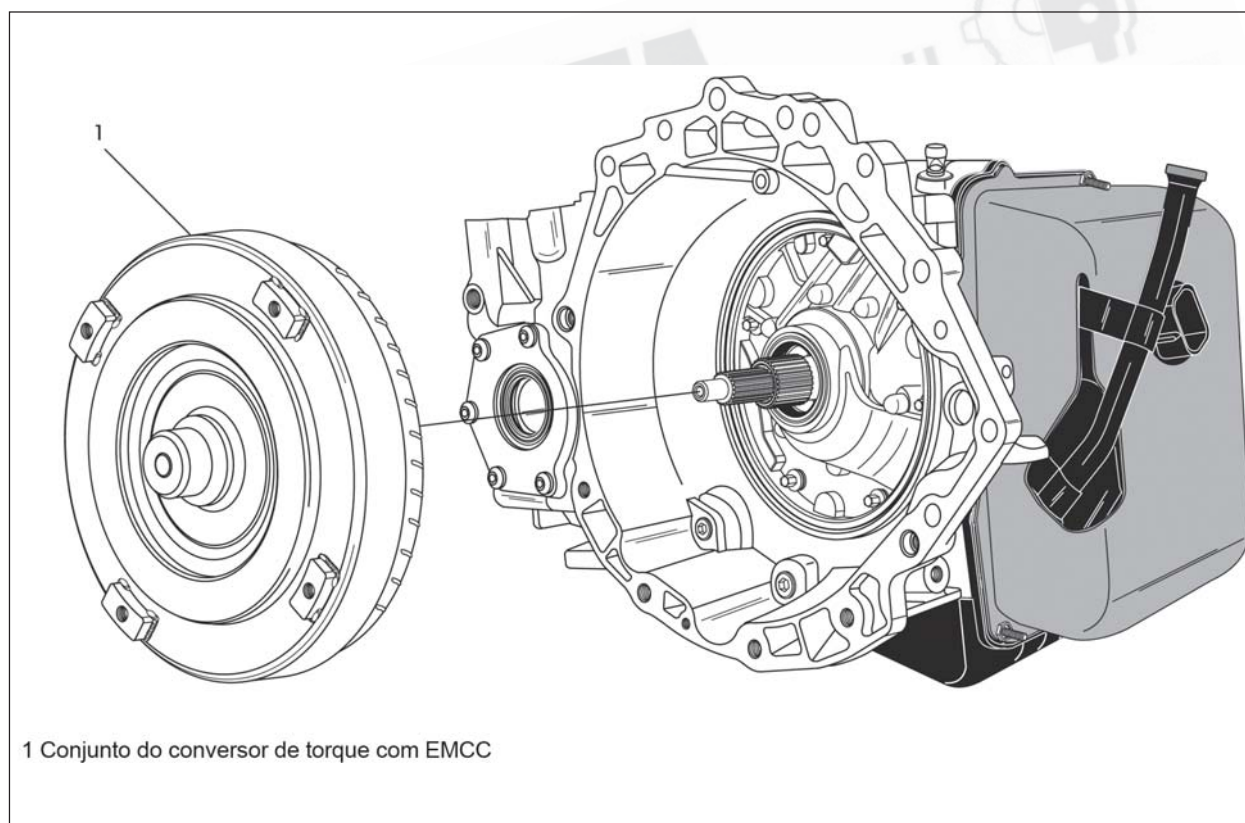

Figura 41
3. Remova o conversor de torque da transmissão, conforme mostrado na figura 41. **Cuidado: Remova o conversor cuidadosamente o conversor de seu alojamento a fim de evitar ferimentos, pois ele é muito pesado!**